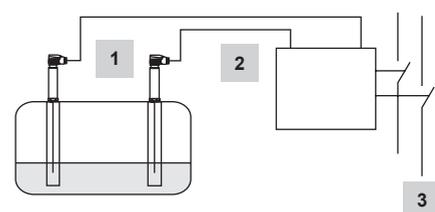

Fig. 8
- Fig. 8** Combinação consistindo de 2 sondas de nível LP40 e 1 chave de nível LCS3050 como limitadora de nível de água. A chave de nível abre dois circuitos de segurança separados. Segurança funcional IEC 61508, SIL 3. Aplicações adicionais de acordo com conjuntos de regulações nacionais